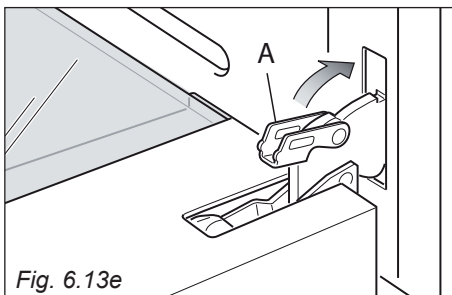

Fig. 6.13e
- Aprire completamente la porta del forno e richiudere la leva "A" delle cerniere destra e sinistra (fig. 6.13e).